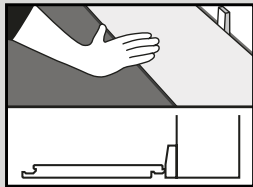

Fig. 1
1. En commençant par une lame/dalle complète le long du mur, calculez le nombre de largeurs qu'il faudra pour atteindre l'autre bout de la pièce. Si cela signifie qu'il y aura une rangée de lames/dalles étroites le long du mur d'en face, découper la première rangée en conséquence. Posez ce produit le côté languette/bord découpé face au mur. Poser des cales de 5 mm entre la lame/dalle et le mur (Figure 1).